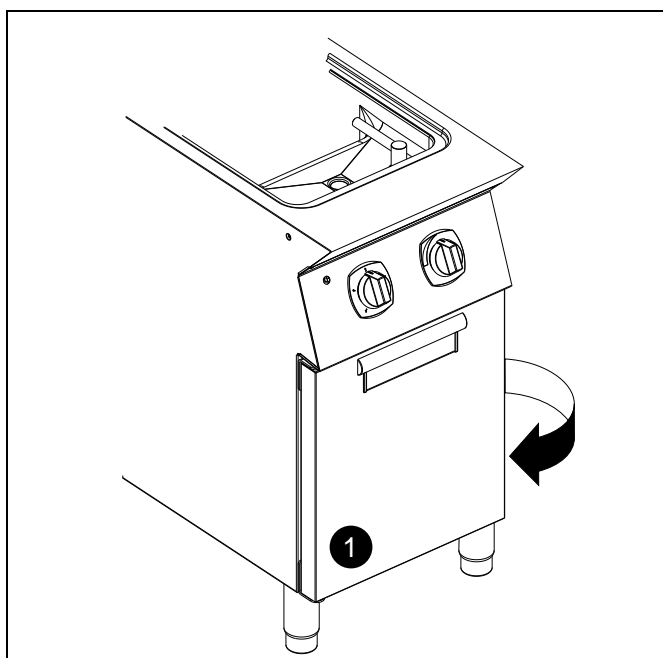

Fig. 5
1. Öppna modulens lucka för att få tillgång till kopplingsplinten (se detalj 1 — Fig. 5).